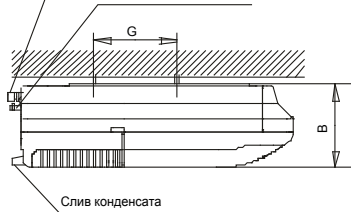

Рис. 4-13
- Сдвиньте блок в кронштейн назад. Затяните монтажные винты с двух сторон. (см. рис. 4-13)